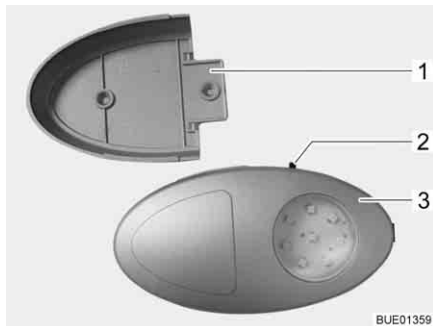

Bild 57 Klädskåpslampa
- ▷ Klädskåpslampan kan dras ut från skruvhållaren (Bild 57,1) och användas som ficklampa.
På-/av-brytaren (Bild 57,2) sitter direkt på klädskåpslampan (Bild 57,3).